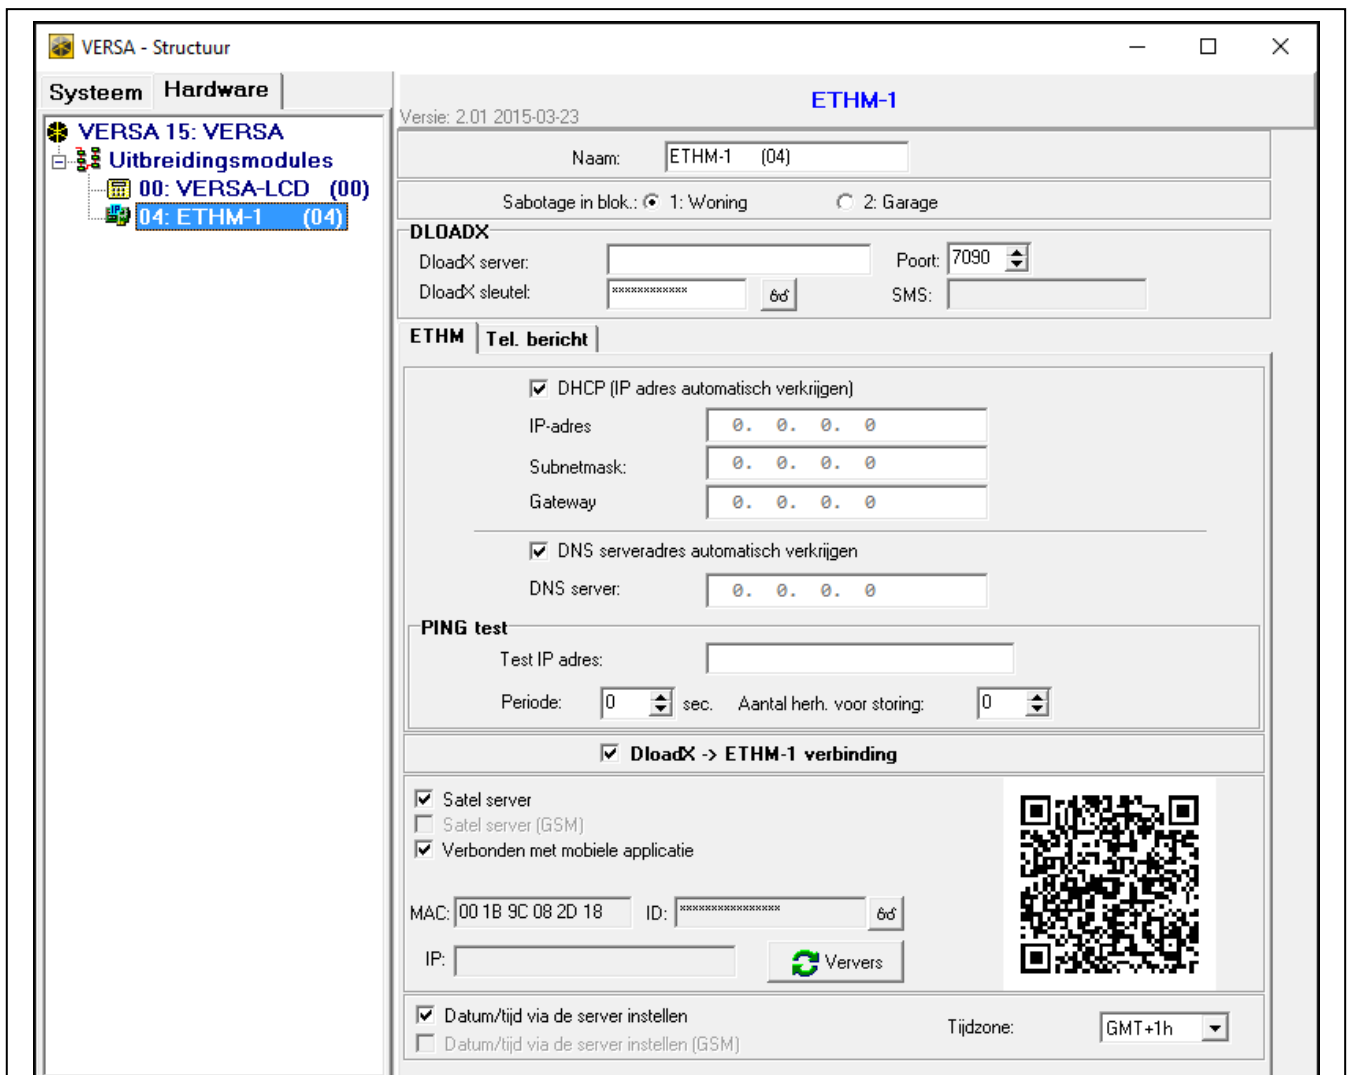

Fig. 12. DLOADX programma: parameters en opties van de module aangesloten op een VERSA alarmsysteem.
- DLOADX programma: →"Versa – Structuur" scherm →"Hardware" tabblad →"Uitbreidingsmodules" →[module naam] (Fig. 12).